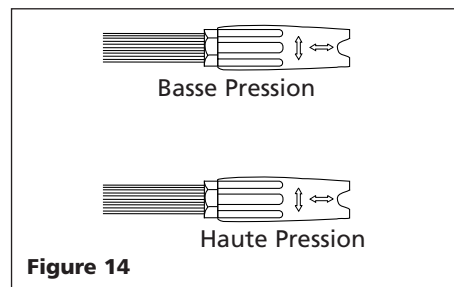

Figure 14
3. Glisser la buse à la position de pression basse tel qu'indiqué dans la Figure 14 et appliquer le détergent. SEULEMENT LE DÉTERGENT SERA APPLIQUÉ LORSQUE LA BUSE EST DANS LA POSITION DE BASSE PRESSION.